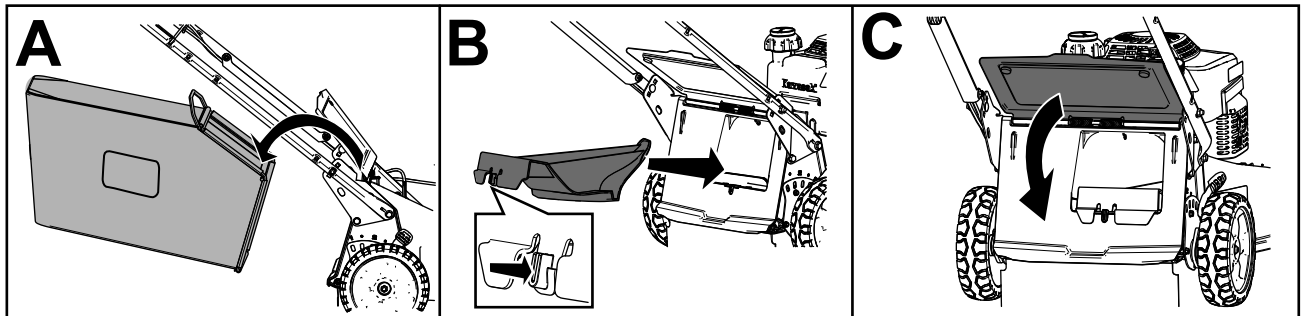

Figure 15
- Si le bac à herbe est installé, déposez-le; (A de Figure 15).
- Si l'obturateur d'éjection arrière n'est pas installé, saisissez-le par la poignée, relevez le volet arrière et insérez l'obturateur dans la goulotte d'éjection arrière jusqu'à ce que le dispositif de verrouillage s'enclenche en position (B de Figure 15).
3. Sortez la tige du bac à herbe des crans à la base du guidon (A de Figure 15).
4. Installez l'obturateur d'éjection (B de Figure 15).
5. Abaissez le déflecteur arrière (C de Figure 15).